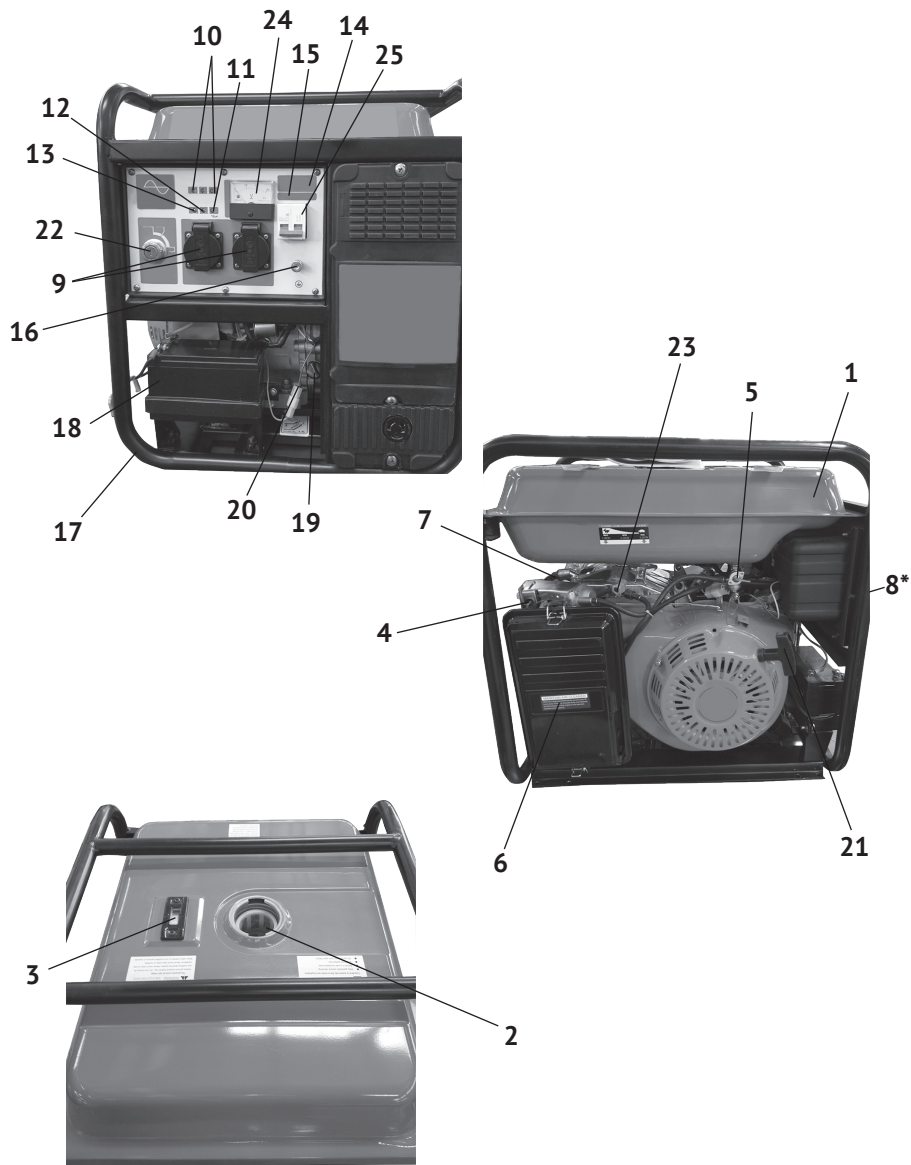

рис.1
Коленчатый вал, приводимый во вращение возвратно-поступательными движениями поршня двигателя, передаёт крутящий момент на вал якоря генератора. Передача осуществляется через коническое сопряжение ротора генератора и вала двигателя. При этом образуется самоцентрирующаяся трёхопорная схема соединения. С обмоток статора генератора напряжение подводится: через систему стабилизации на розетки переменного тока 220В (рис.1 поз.9) или через выпрямительный блок на розетку постоянного тока (рис.1 поз.14). Инверторный преобразователь позволяет бензогенератору выдавать энергию с максимально стабильными параметрами, что позволяет использовать его для питания чувствительных электроприборов и электроники.
2.4 Общий вид бензогенератора представлен на рис.1
3.2 Бензогенератор оснащён одноцилиндровым четырёхтактным двигателем внутреннего сгорания с верхним расположением клапанов и нижним расположением коленчатого вала. Верхнее расположение клапанов снижает теплонапряжённость двигателя. При этом достигается более высокая выходная мощность в меньшем рабочем объёме при эффективном сгорании топлива. Двигатель имеет карбюраторную систему питания. Смазка осуществляется разбрызгиванием масла в картере. Пуск двигателя осуществляется или ручным тросовым возвратным стартёром (рис.1 поз.21) или ключом замка зажигания (рис.1 поз.22) электрического стартера.
3.4 Двигатель и генератор закреплены на трубчатой раме (рис.1 поз.17) через амортизаторы, что снижает вибрацию аппарата и уменьшает уровень шума при работе. Все элементы бензогенератора имеют удобный доступ для обслуживания и ремонта.
4.2.3 Обеспечение требований электробезопасности: эксплуатация бензогенератора должна производиться в строгом соответствии с требованиями «Правил техники электробезопасности при эксплуатации электроустановок». Электрическая сеть подключения потребителей относится к системе с изолированной нейтралью, предусматривающей защитное заземление открытых токоведущих частей корпуса. В зависимости от местных условий (состав грунта, его влажность и т.п.) изменяется качество заземления. Во всех случаях защитное заземление должно иметь сопротивление не более 4-х Ом. Во время работы бензогенератора его клемма заземления (рис.1 поз.16) должна быть подсоединена к заземлителю. Практически это требование может быть реализовано следующими способами:
Выкрутите пробку-щуп (рис.1 поз.19) из маслозаливной горловины и залейте в картер масло необходимой марки до нижнего края горловины, как показано на рис.2. Вставьте сухой чистый щуп в горловину картера и выньте его. Проверьте уровень масла: граница смоченной области щупа должна располагаться между отметками минимального и максимального уровней.
При выборе масла руководствуйтесь требованиями эксплуатационной документации и указаниями по применению конкретного типа масла его производителем. При уровне масла ниже минимально допустимого загорается индикатор (рис.1 поз.11) на панели управления и срабатывает блокировка двигателя при включении зажигания.
Открутите крышку топливного бака (рис.1 поз.1). Заливайте бензин в топливный бак не более чем на 1 см ниже уровня основания заливной горловины (рис.1 поз.2). Перед запуском двигателя тщательно протрите крышку бензобака, удалив возможные при заправке брызги топлива.
6.1.1 Отключить всех потребителей переменного и постоянного тока от генератора. Перевести автоматический выключатель (рис.1 поз.25) в положение «ВыКЛ».
- перевести замок зажигания (рис.1 поз.22) в положение «ВКЛ»;
- открыть топливный кран (рис.1 поз.5);
- вытянуть на себя рычаг воздушной заслонки (рис.1 поз.4) в положение «закрыто» при пуске холодного двигателя (для прогретого двигателя рычаг устанавливается в промежуточном положении);
- резко, с усилием потяните рукоятку стартера (рис.1 поз.21) до упора, повторите действие ещё раз, если двигатель не завёлся.
- включение двигателя электрическим стартером производится поворотом ключа замка зажигания (рис.1 поз.22) в положение «ПУСК». Поверните ключ и удерживайте, пока двигатель не заведётся. Не удерживайте ключ электростартера более 5 сек. Если двигатель не запустился: отпустите ключ зажигания, до возврата в положение «ВКЛ.», выждите 10 сек., затем снова переведите в положение «ПУСК». После запуска двигателя отпустите ключ зажигания для обеспечения его самовозврата в среднее положение «ВКЛ.».
- перевести тумблер автоматического выключателя (рис.1 поз.25) в положение «ВыКЛ.»;